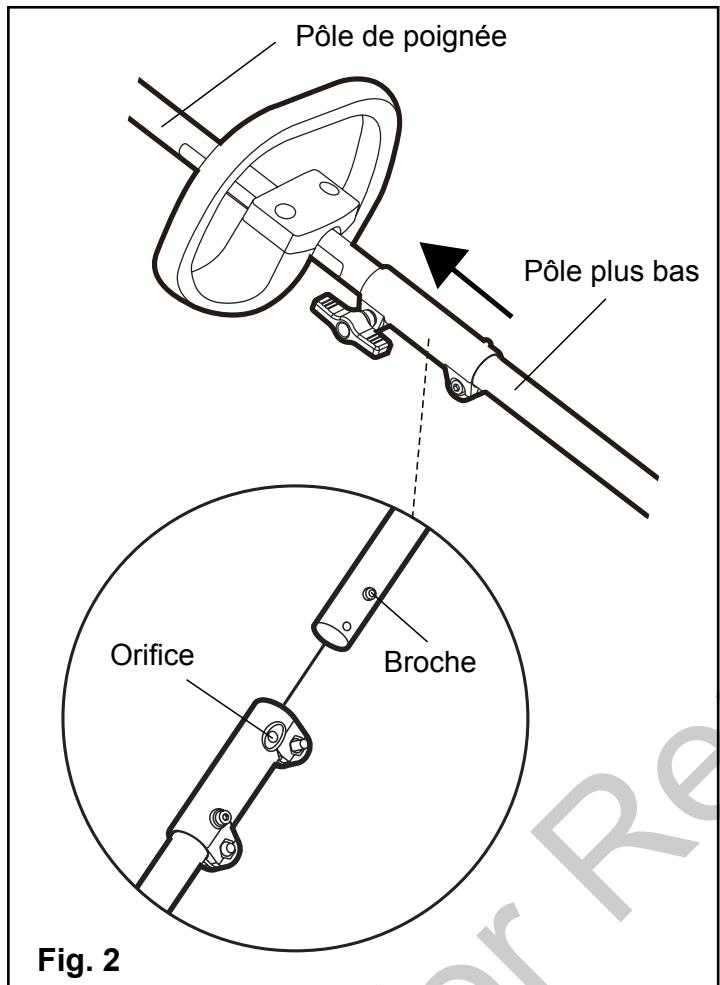

Fig. 2
- Alignez la broche de l'axe sur la poignée et l'orifice situé sur l'axe inférieur. (Fig. 2)